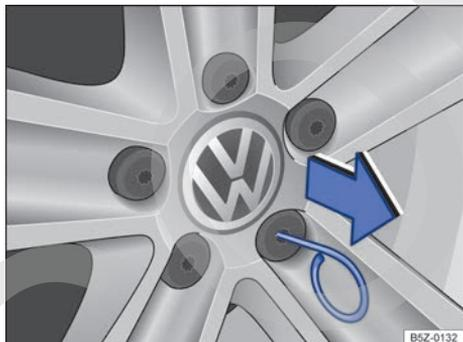

Fig. 158 Retire los capuchones de los tornillos de rueda.
- Pase el gancho extractor por la abertura del capuchón ⇒ fig. 158 y retírelo en el sentido de la flecha.